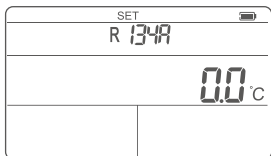

Figura 7 Interface de configuração da unidade de temperatura
2. Pressione rapidamente o botão  /  para mudar a unidade de temperatura (Figura 7).